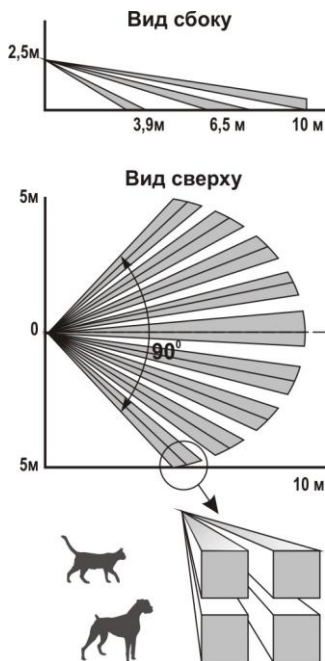

Рисунок 2
2.1 Принцип действия основан на регистрации четырехплощадочным пироэлектрическим приемником изменений потока теплового излучения, возникающих при пересечении человеком зоны обнаружения, которая состоит из чувствительных зон. Каждая чувствительная зона состоит из четырех элементарных чувствительных зон (рисунок 2).